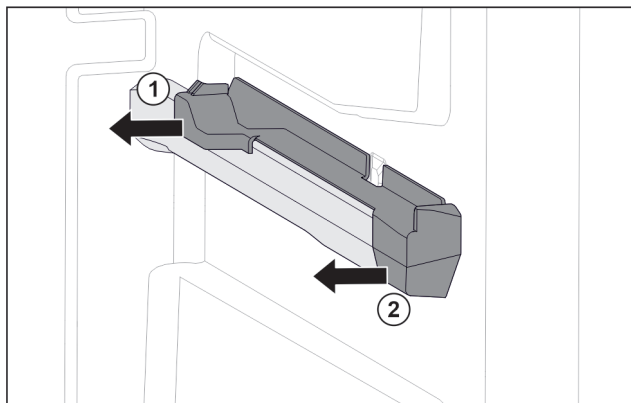

Fig. 76 Elemento inseribile sulla nervatura destra del contenitore
- Estrarre l'elemento inseribile dal lato posteriore di lato. Fig. 76 (1)
- Estrarre l'elemento inseribile dal lato anteriore di lato. Fig. 76 (2)